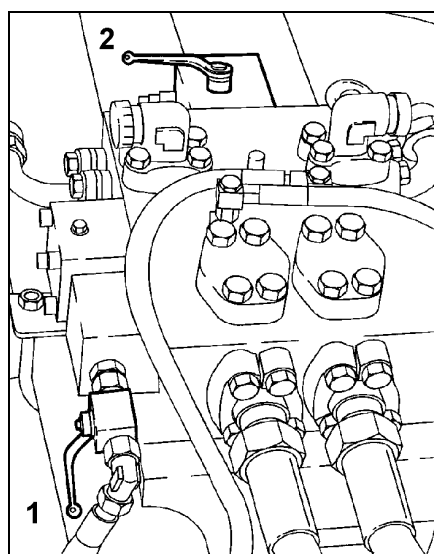

Fig. 1
– Compruebe si los grifos esféricos 1 y 2 en el bloque de mando de la bomba de hormigón (Fig. 1) se encuentran en la posición de servicio.